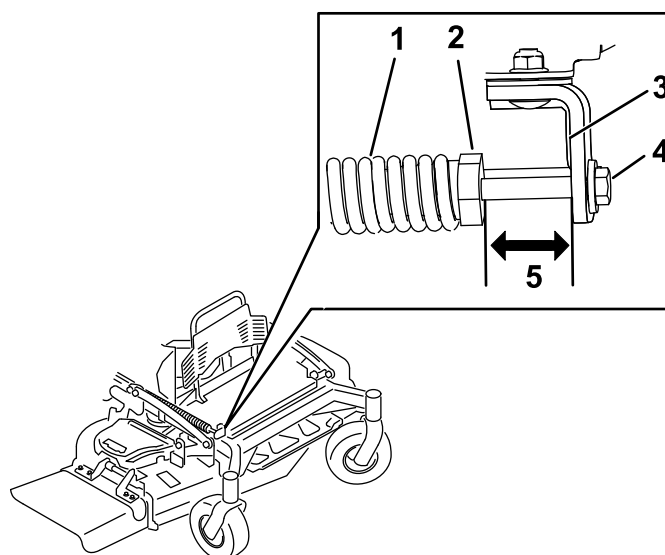

Figura 85
2. Compruebe la distancia entre la tuerca del muelle y el lado trasero del soporte de montaje soldado (Figura 85).
3. Asegúrese de que la longitud es de 51 mm (2") para carcasas de corte de 122 y 132 cm (48" y 52") y de 38 mm (1.5") para carcasas de cortacésped de 152 cm (60"), como se muestra en la Figura 85.
4. Si es necesario, ajuste la distancia ajustando el perno situado en la parte delantera del soporte de montaje (Figura 85).